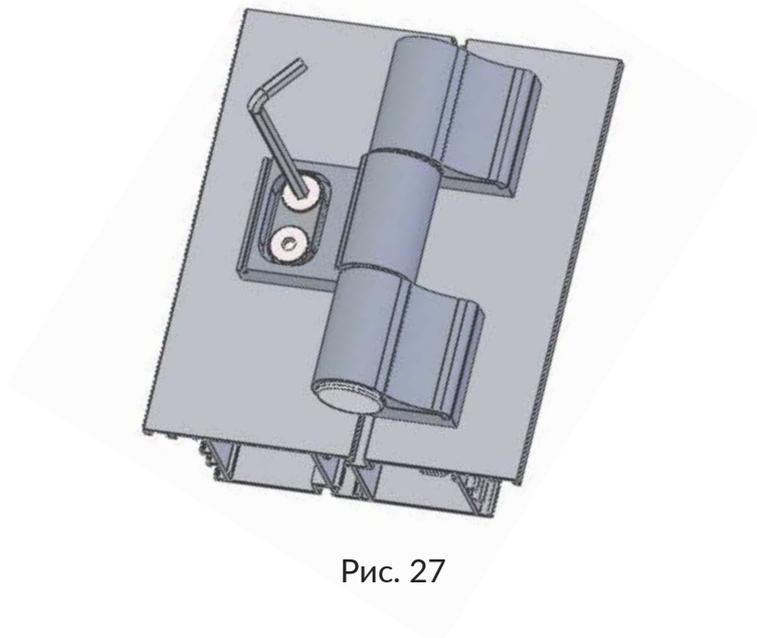

Рис. 27
18.2 Ослабить анкера створных полупетель имбусовым ключом 6 мм (Рис. 27).
18.4 Затянуть анкера имбусовым ключом 6 мм (Рис. 27).
19.2 Ослабить анкера рамных полупетель имбусовым ключом 6 мм (Рис. 27).